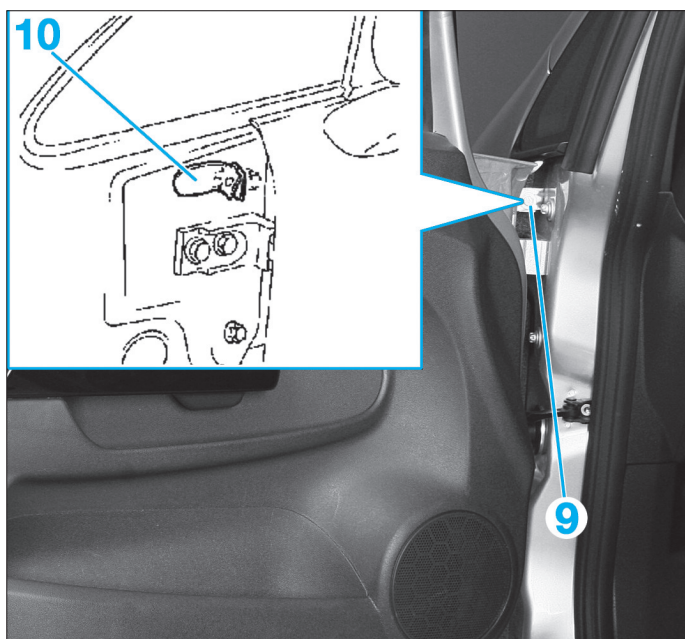

Fig. 11
- Déposer la vis (9) (Fig.11).
- Effectuer sur le support (10) de l'aile, un inversement de la bride (Fig.11).
- La vis sur le support (10) de l'aile doit être, en raison de l'inversement de la bride, reposée par l'intérieur.